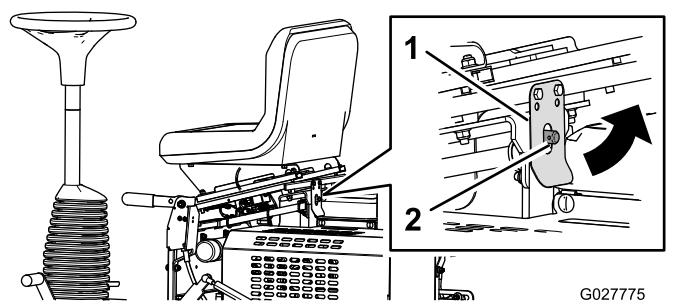

Figura 20
2. Tirate indietro il dispositivo di chiusura del sedile e inclinate il sedile in avanti (Figura 20).